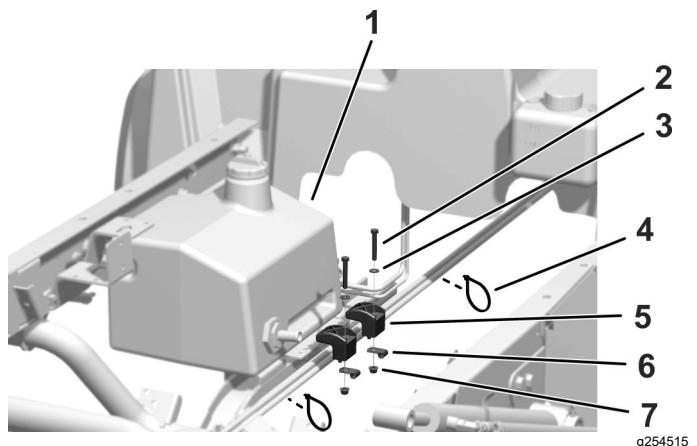

Bild 9
3. Befestigen Sie die Kabel mit zwei Kabelbindern (Bild 9).
2. Befestigen Sie die Unterseite des Behälters mit zwei Behälterklemmen, zwei kleinen P-Klemmen, zwei Schrauben (5/16" x 2"), zwei Flachscheiben (11/32") und zwei Bundmuttern (5/16") an der Rahmenstrebe, wie in Bild 9 abgebildet.